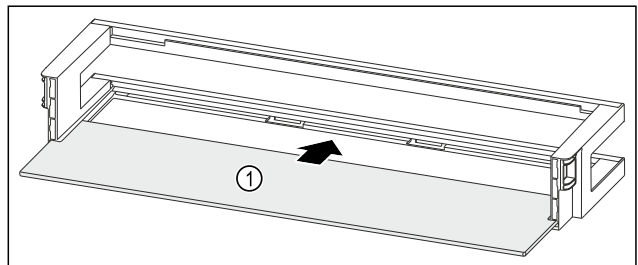

Fig. 95 Дверная полка со съемной полкой
- Вдвиньте съемную полку Fig. 95 (1) в боковые пазы.